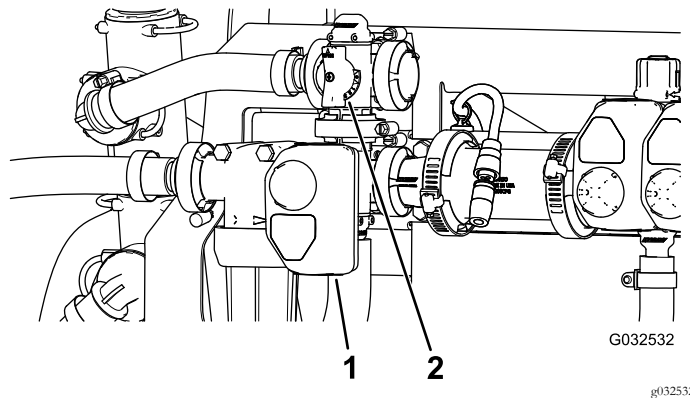

图131
- 调整搅拌阀背面的搅拌旁通阀 图131 直至压力表上打药车系统压力读数为 6.89bar。